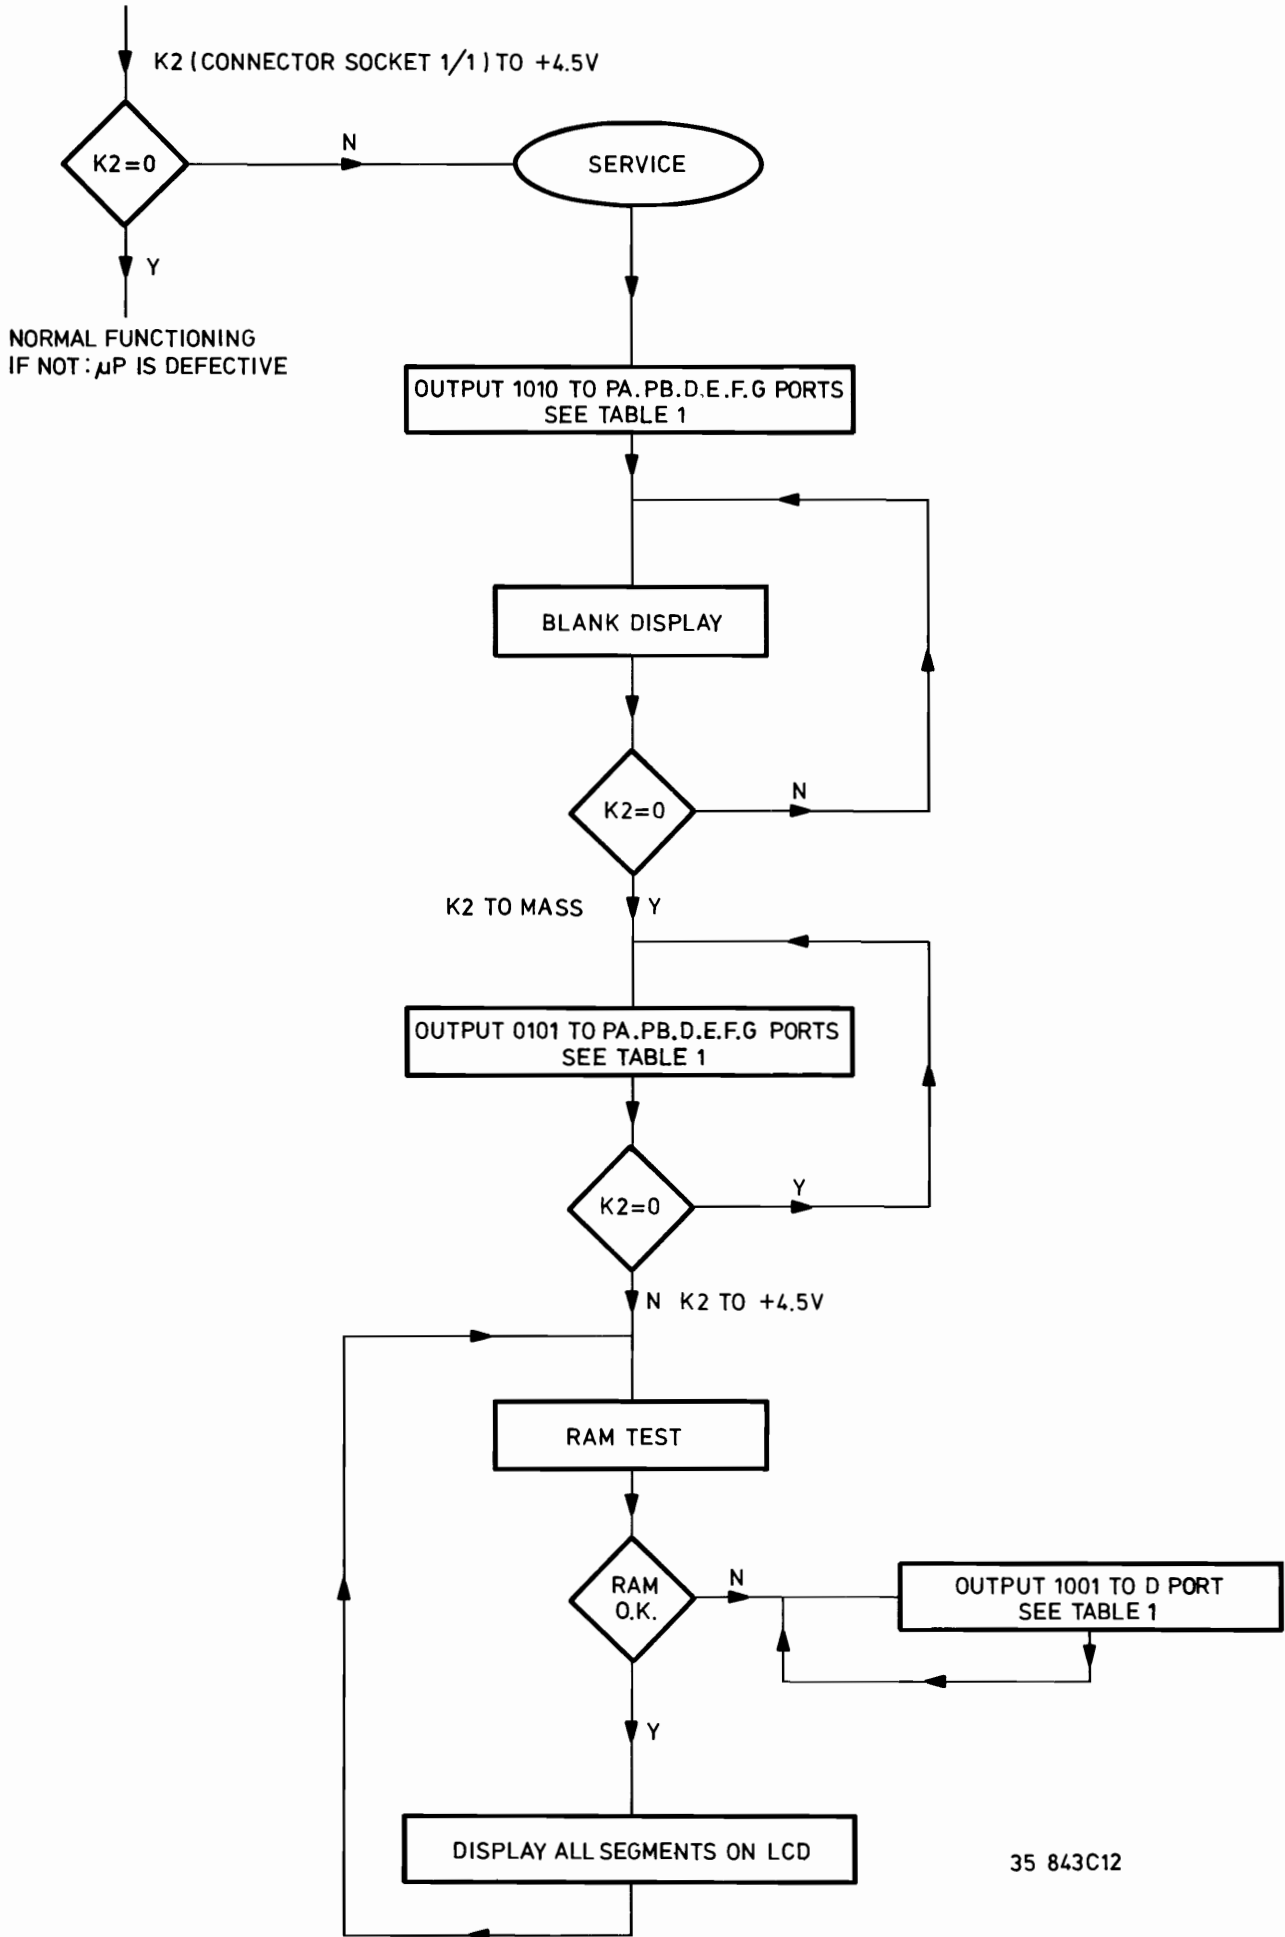

Fig. 3
Pour plus de détails, voir à l'organigramme du programme de test du 1er μ P (Fig. 3).
4. Für die Prüfung des ersten μ Ps, K2 (das ist Anschlussbuchse 1/1) mit der externen Versorgungsspannung von +4,5 V verbinden. Externe Versorgungsspannung einschalten. Nun wird der μ P in das Serviceprüfprogramm gelangen. Für Einzelheiten siehe Flussdiagramm des ersten μ P-Prüfprogramms (siehe Bild 3). Anfangs wird die Flüssigkristallanzeige blank bleiben. Dann K2 mit Masse verbinden. Die Flüssigkristallanzeige bleibt blank. Darauf K2 mit der externen Versorgungsspannung +4,5 V verbinden. Display wird nun: alle Segmente auf LCD werden jetzt angesteuert.